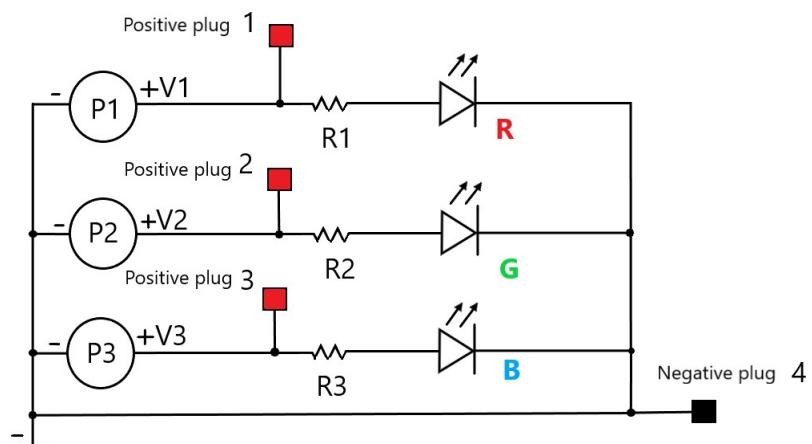
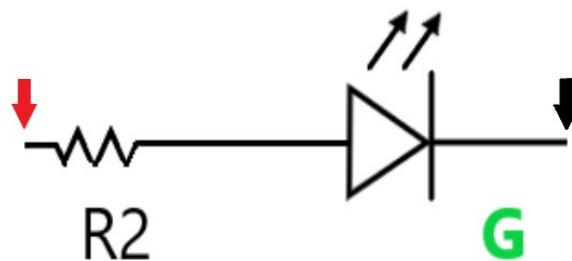

Abb. 22
Abb. 23
Vier Buchseneinsätze ermöglichen die Messung der eingestellten Spannungswerte für jedes LED-Widerstandspaar (Abb. 22).
Es wurde bereits erörtert, wie durch die Mischung von rotem, grünem und blauem Licht eine breite Palette von Farben erzeugt werden kann. Das Ergebnis hängt auch von der Intensität des Lichts ab, das von jeder LED abgegeben wird, und von der Empfindlichkeit des beobachtenden Auges. In Abb. 22 sind die Widerstände R1, 2 und 3 werkseitig so kalibriert, dass die von den einzelnen Leds abgegebene Lichtintensität die anderen nicht übersteigt. Durch die Einstellung der maximalen Lichtintensität jeder einzelnen LED kommt das Ergebnis einem weißen Lichtstrahl so nahe wie möglich.
Betrachten Sie Abb. 22 und insbesondere einen der drei Zweige der Schaltung mit Widerstand und grüner LED (G), z. B.
Die roten und schwarzen Pfeile in Abb. 23 entsprechen den Kontaktpunkten von Buchse 2 bzw. Buchse 4 in Abb. 22.
- o Was zeigt sich bei der Betrachtung der drei gemessenen Maximalwerte? Gibt es eine Übereinstimmung mit der in Abb. 22 dargestellten Schaltung?